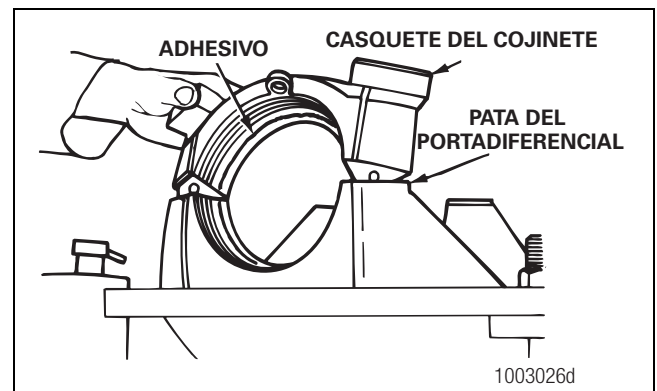

Figura 5.49
3. Aplique adhesivo Loctite® 635 ó 680 color verde en los huecos para los cojinetes en las patas del portadiferencial y en los casquetes de los cojinetes, de manera que el adhesivo Loctite® quede esparcido 360 grados. El adhesivo no debe tener contacto con las roscas del anillo de ajuste. Consulte la Sección 6. Figura 5.49.